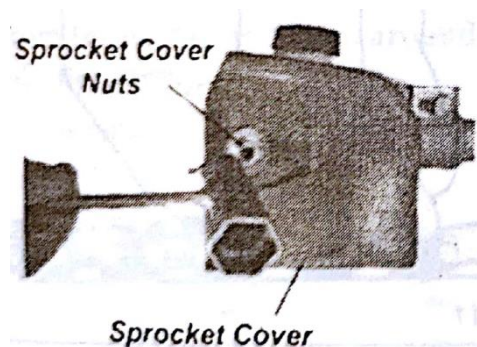

Figura 16.
1. Usando el extremo pequeño de la llave de bujía, quite la tuerca de la cubierta del piñón, (gírelo hacia la izquierda para extraerlo) y quite la cubierta del piñón. Ver figura 16